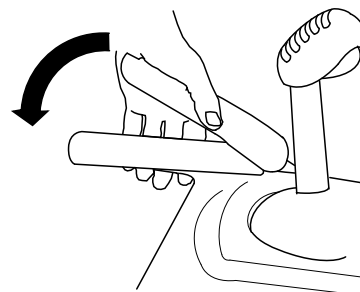

図 4
3. 左側トラクションレバーをハンドグリップに向かって握る 図 4。
6. 左側トラクションレバーをハンドグリップに向かって握る図 4。